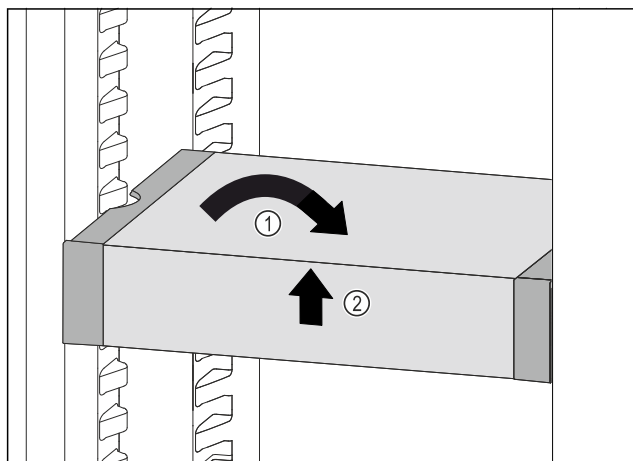

Fig. 99
- ▶ VarioSafe postavte rovně. Fig. 99 (1)
- ▶ VarioSafe vpředu zvedněte. Fig. 99 (2)